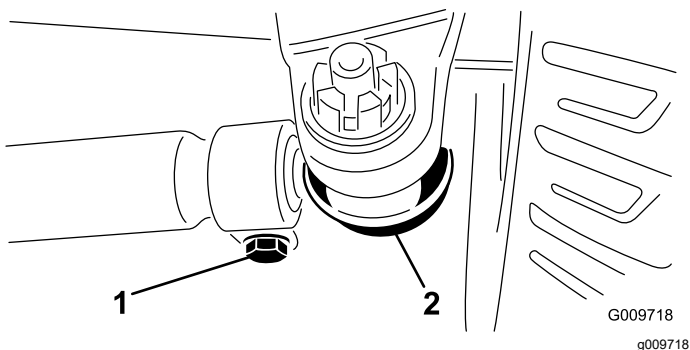

Figura 71
3. Para ajustar, retire la chaveta y la tuerca de cualquiera de las articulaciones esféricas de la biela (Figura 71). Retire la articulación esférica de la biela del soporte del cojinete del eje.
4. Afloje las abrazaderas en ambos extremos de las bielas (Figura 71).